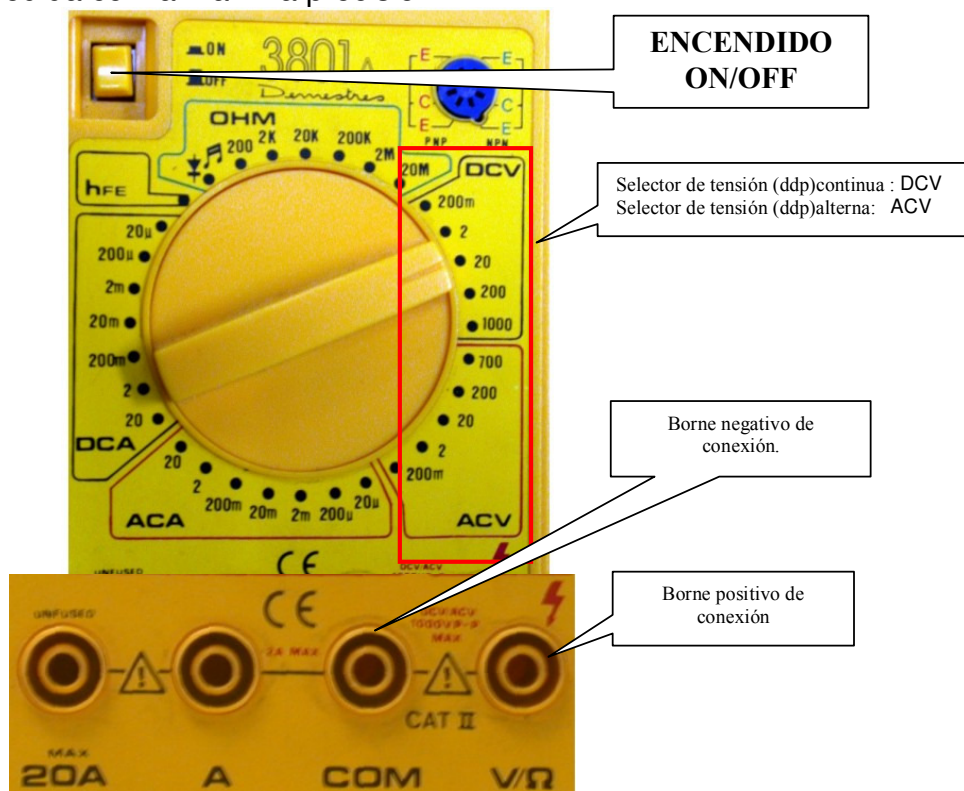

Figura 27: multímetro digital Demestres: detalle de los conectores, y mandos utilizados para la medida de diferencias de potencial.
1. Se conecta el multímetro Demestres 3801A (Figura 27) a través de los conectores **COM** y **V/Ω** en paralelo con la diferencia de potencial que se desee medir en el circuito correspondiente.